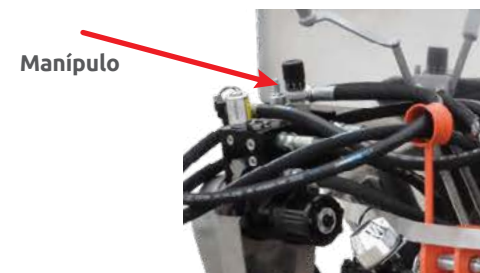

fig. 05
- Junto ao motor hidráulico que aciona a esteira direita do equipamento (fig. 05), encontra-se um manípulo recartilhado sobre o bloco de alumínio que faz a regulagem da velocidade das duas esteiras simultaneamente.